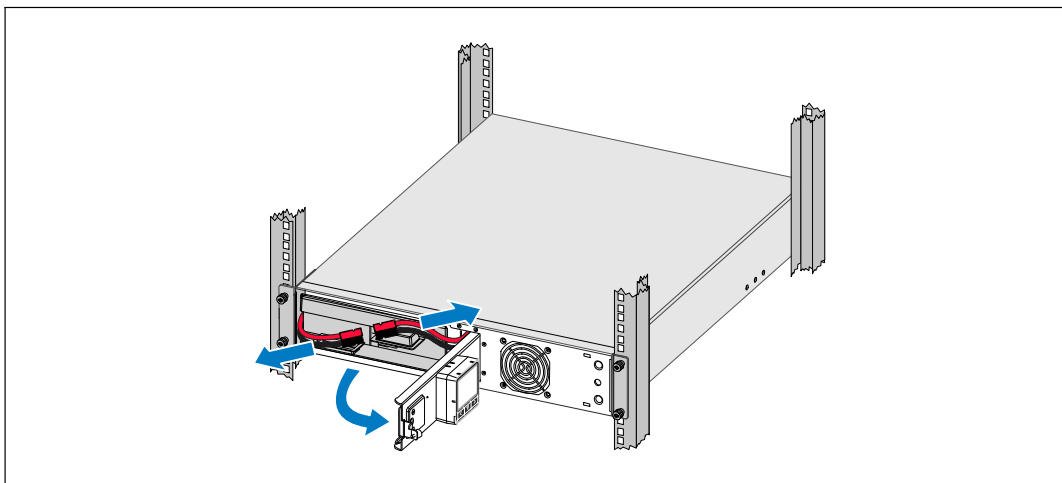

Рис. 36. Отсоединение разъемов внутренних батарей
- 5 Отсоедините разъемы внутренней батареи (см. Рис. 36).